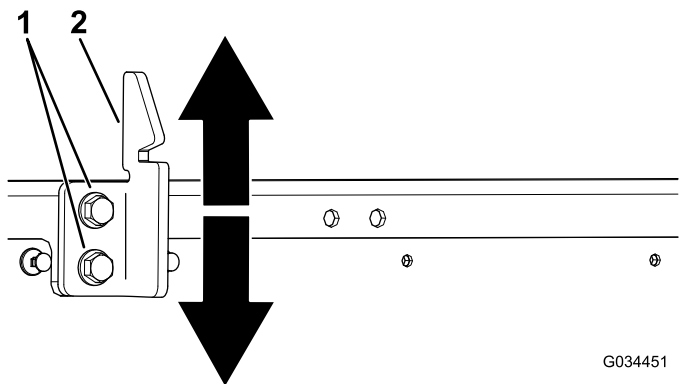

Figure 53
3. Desserrez les 2 boulons sur la gâche du loquet et montez ou descendez la gâche selon qu'elle est trop haute ou trop basse (Figure 53).
4. Serrez les 2 boulons de la gâche du loquet du plateau (Figure 53).